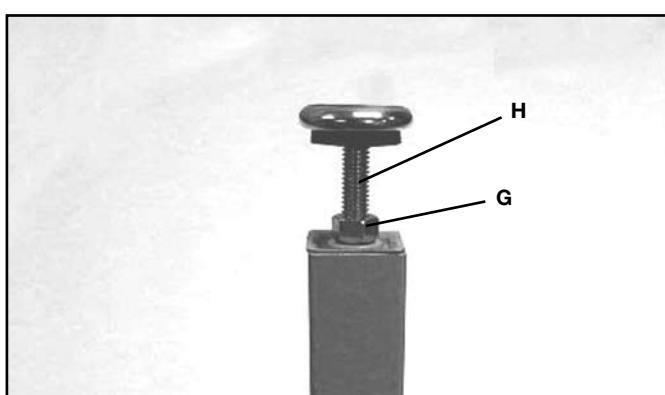

FIG. 10
5. Coloque la tuerca de inmovilización de 9,5 mm (3/8") (G) en el tornillo de nivelación (H). Enrosque el tornillo de nivelación en la parte inferior de la pata de apoyo. La Fig. 10 muestra el conjunto de pies niveladores en la pata de apoyo del banco. Ensamble el conjunto del pie restante en la otra pata del banco de la misma manera. NOTA: Los ajustes de altura se harán más adelante.